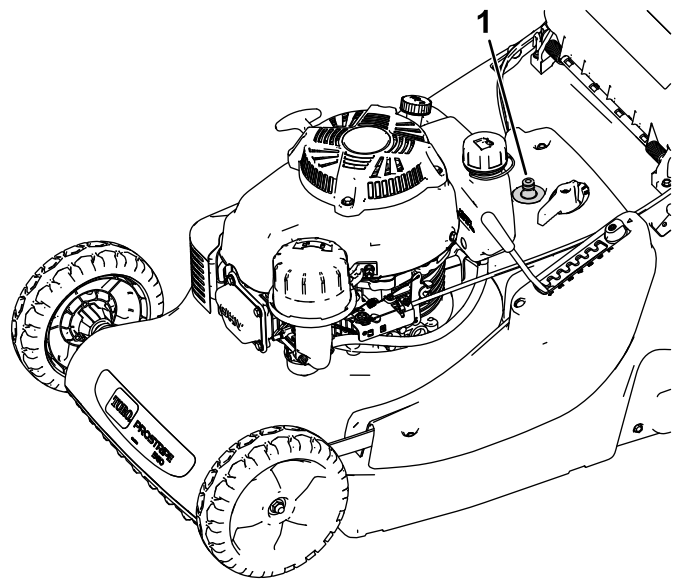

Figura 20
7. Conecte una manguera de jardín que esté conectada a un grifo al orificio de lavado (Figura 20).